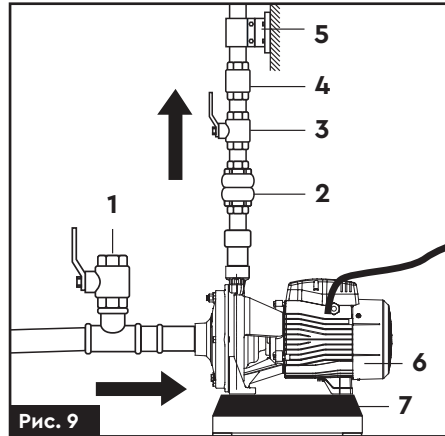

Рис. 9
- 4. Для полегшення проведення робіт по технічному обслуговуванню насоса, рекомендується на напірному трубопроводі встановити кульовий кран (3) (рис. 9), а також зворотний клапан (4) (рис. 9) між краном i напірним патрубком насоса.
- 5. При стаціонарному використанні насоса, рекомендується закріпити його на опорний поверхні з використанням гумових прокладок (7) (рис. 9) або інших антивібраційних матеріалів.
- 6. Для зниження вібраційного шуму, з'єднання з жорсткими трубопроводами треба здійснювати за допомогою компенсаторів (2) (рис. 9) або гнучких труб.
- 7. Для зниження шуму рекомендується встановити на напірному трубопроводі опору (5) (рис. 9).